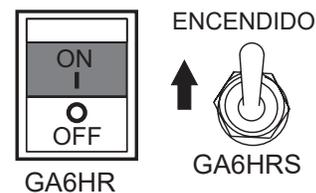

Figura 16. Interruptor de operación (encendido)
4. Coloque el interruptor de operación del generador (Figura 16) en posición de **encendido**.